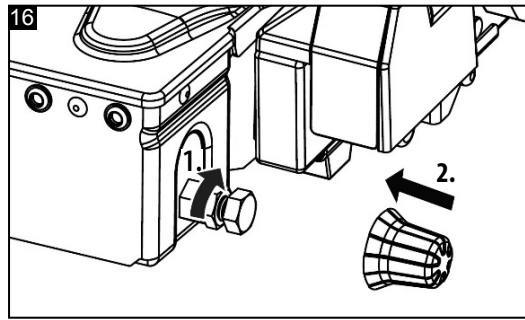

Figure 16: serrer le contre-écrou
- Serrez le contre-écrou (figure 16).